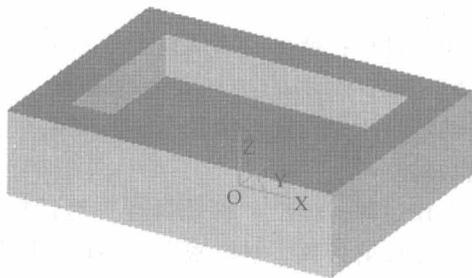

图 1-11
(3) 拾取长方体的上表面→按 F2 键→按 F5 键→单击“矩形”图标→【中心\_长\_宽】→在【长度 =】栏中输入“60”→在【宽度 =】栏中输入“40”→输入矩形中心坐标(0,0)→回车(得到 60×40 矩形)→按 F2 键(退出“草图状态”,特征树上新增“草图 1”)→按 F8 键→单击“拉伸除料”图标→在【深度】栏中输入“10”→单击【确定】按钮,结果如图 1-11 所示。